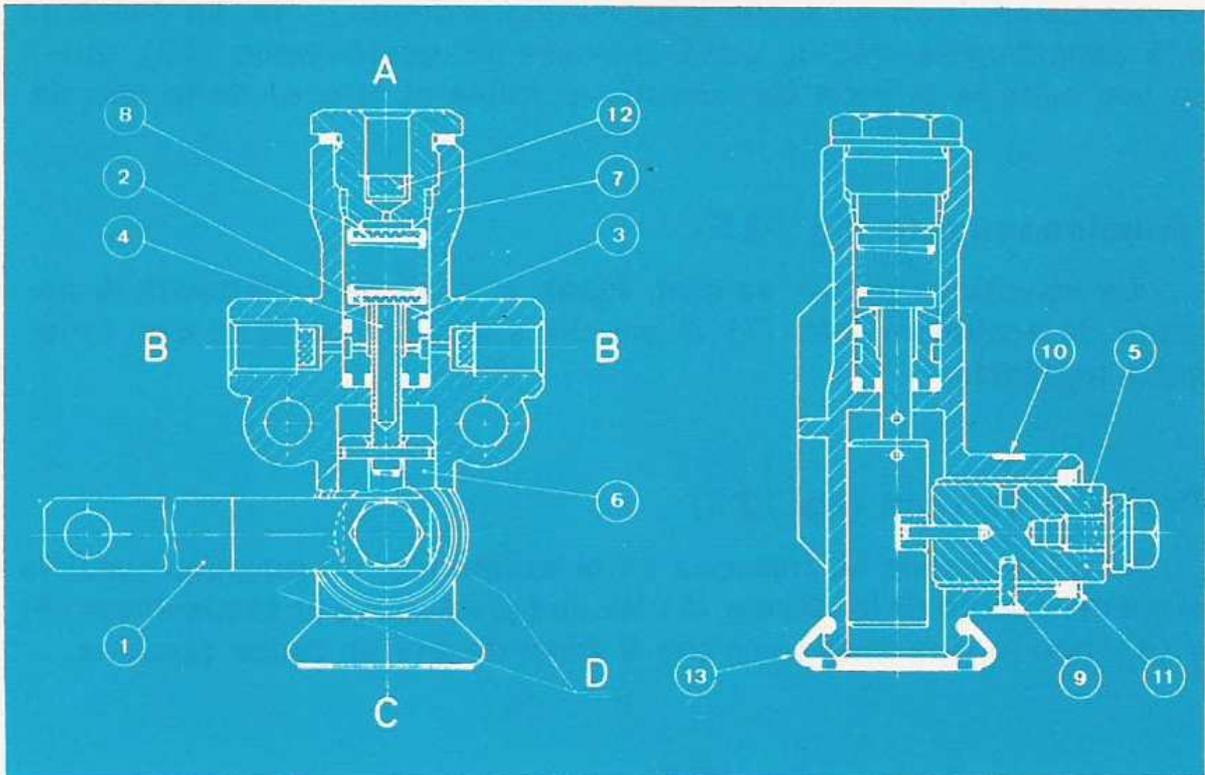

Fig. 12.4. - Válvula niveladora
DESCRIPCION (fig. 12.4)
- 2) Comprobar que el guardapolvo (13) (fig. 12.4) y el retén (11) estén bien colocados en sus alojamientos en perfectas condiciones. En caso contrario, debe sustituirse.